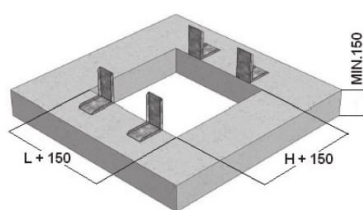

FIG.1
- 2- Prevedere un'apertura sul solaio avente dimensioni L x H maggiorate di 150 mm rispetto alle dimensioni nominali della serranda e posizionare le staffe metalliche accessorie (solo per il posizionamento con lato comandi sopra al solaio) allineandole indicativamente al bordo del foro (fig. 1)